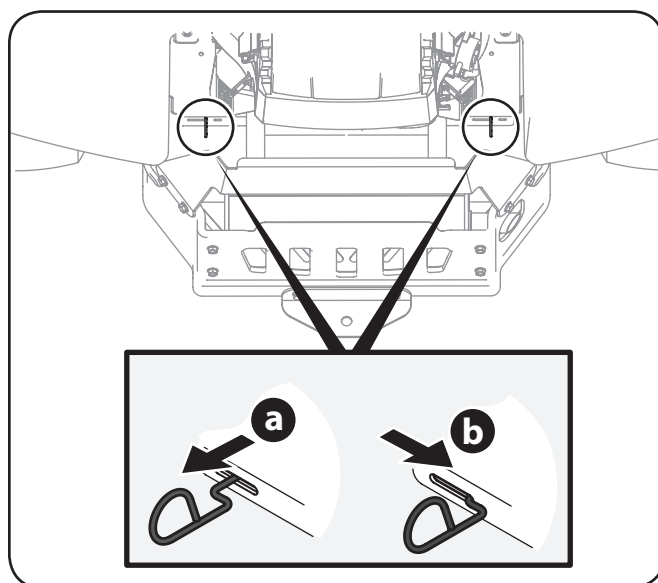

Figure 3-1
1. Pour déplacer le tracteur manuellement sans le démarrer, engagez les tiges de dérivation des transmissions qui se trouvent à l'arrière, de chaque côté du tracteur. Les tiges de dérivation des transmissions sont placées à l'arrière du tracteur, près du côté intérieur de chaque pneu arrière. Pour engager les tiges de dérivation, tirez sur chaque tige (a) et glissez-la vers la droite (b). Voir Figure 3-1.
2. Après avoir déplacé le tracteur, glissez les deux tiges de dérivation vers la gauche pour les désengager. Voir Figure 3-1.